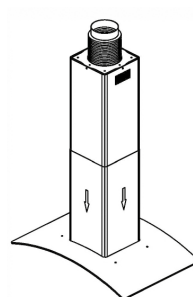

Рис. 6
- 6.** Отсоедините кронштейн, продвиньте наружный дымоход вниз, пока не дойдете до корпуса вытяжки. Следите за тем, чтобы не задеть стекло. См. рис. 6.